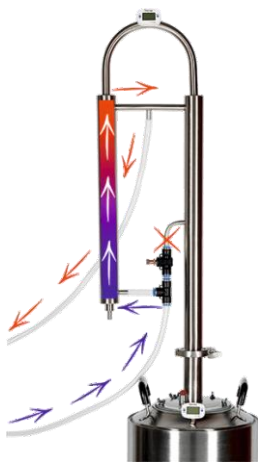

Рис. 1
1. **Режим быстрой перегонки (Рис. 1).** Полностью закрутите игольчатый кран, перекрыв тем самым поступление воды в дефлегматор. Дефлегматор будет использоваться в пассивном режиме, то есть охлаждаться только воздухом. Спиртовые пары из куба при этом будут почти полностью проходить в холодильник. Назад в куб будет возвращаться лишь небольшая их часть, которая конденсируется естественным образом на стенках царги и дефлегматора. Отбор спирта-сырца осуществляется при максимальном нагреве плитки и заканчивается, когда температура в баке приближается к 100°C, а крепость выходящего спирта-сырца падает ниже 10 градусов.